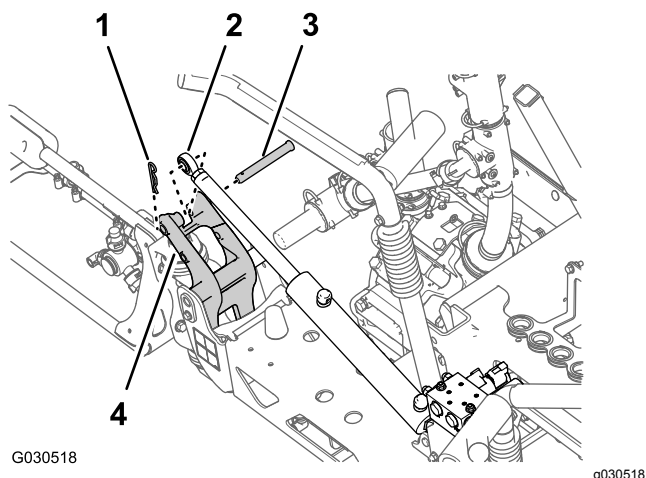

Figure 40
2. Retirez la goupille fendue et l'axe de chape qui fixent l'extrémité de la tige du vérin de levage au support de pivot (Figure 40).